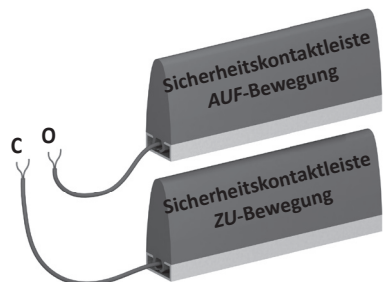

Bild 1: Verschaltung am Spulenkern
6.6 Anschluss der Sicherheitskontaktleisten am Spulenkern SPK 54 (Bild 1)